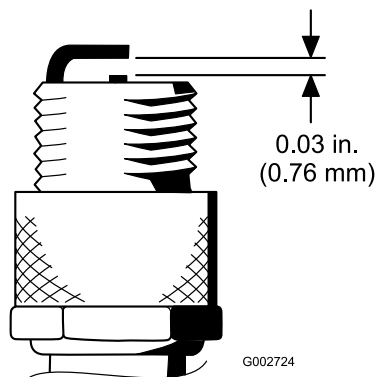

图28
4. 如图28所示，将中心电极与侧电极之间的空隙设置为 0.76mm。